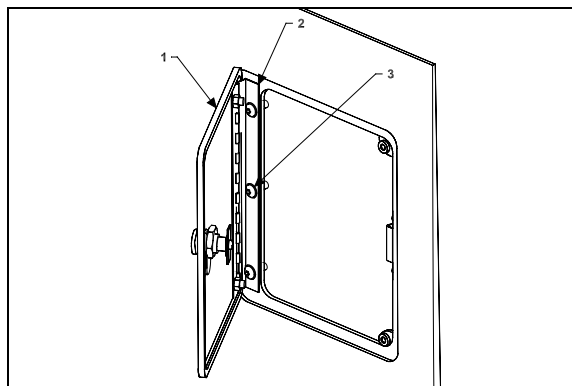

FIGURE 79: PORTE DU RÉSERVOIR DE CARBURANT
1. Ouvrir la porte du réservoir de carburant (1, Figure 79).
2. Desserrer les vis (3, Figure 79) qui fixent le panneau à la charnière (2, Figure 79).